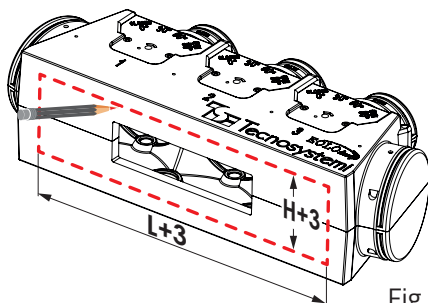

Fig. 2
2. Segnare le dimensioni rilevate sul plenum, +3 mm in altezza (H+3) e +3 mm in lunghezza (L+3). Fig. 2
2. *Mark the dimensions of the plenum, adding 3 mm in height (H+3) and 3 mm in length (L+3). Fig. 2*